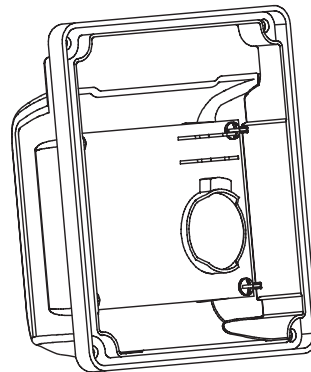

Abbildung 6 /
5. Benutzen Sie einen Schraubenzieher um die Schrauben wiederfestzudrehen. (Abbildung 6)